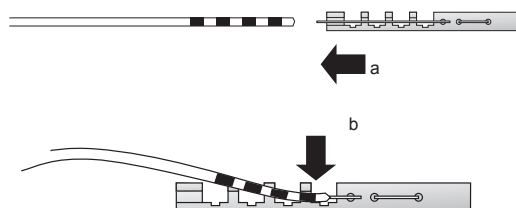

Figure 31. Fixer le mandrin court sur l'électrode.
8. Fixer le mandrin court fourni sur l'extrémité proximale de l'électrode. (Figure 31).